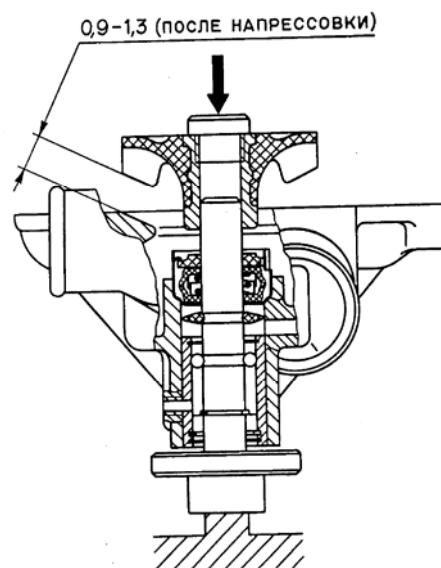

Рисунок 47 – Напрессовка крыльчатки водяного насоса
- напрессовать крыльчатку на вал подшипника, обеспечив зазор между крыльчаткой и корпусом $0,9...1,3$ мм (рисунок 47).